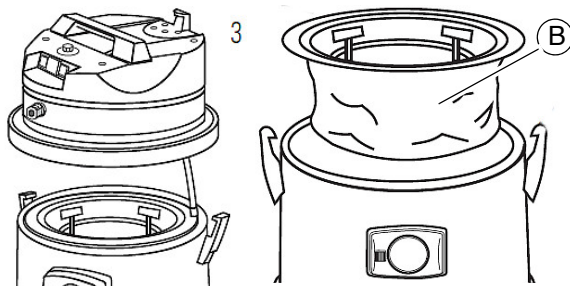

Abb. 22: Austausch des Filters
Schritt 1: Öffnen Sie vorsichtig den Behälter des Spezialsaugers und entfernen Sie den Filter (Pos. B, Abb. 22).